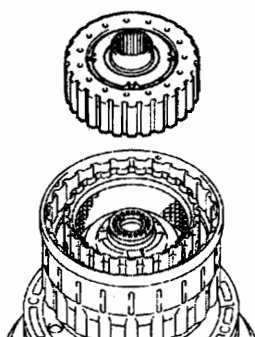

图 12-1-123
(9) 拆卸多片离合器毂。
①如图 12-1-123 所示,从离合器鼓总成上拆下多盘离合器毂。